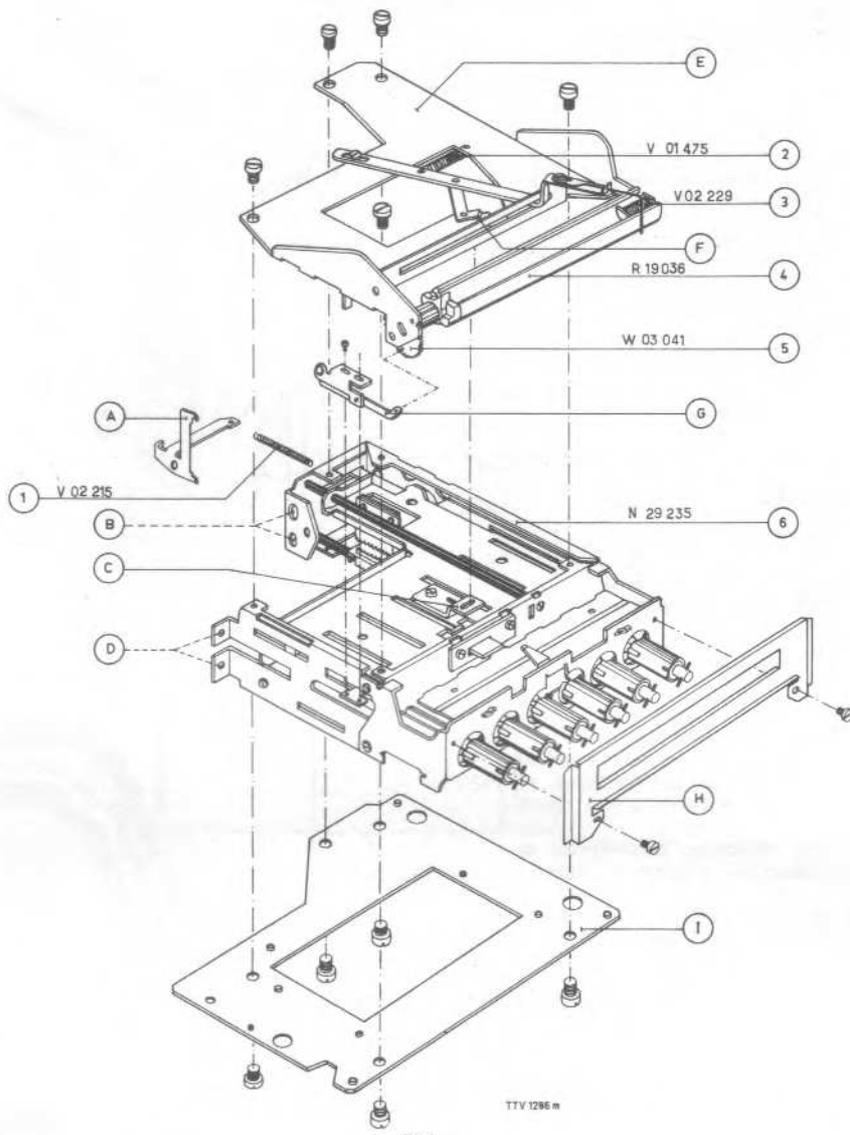
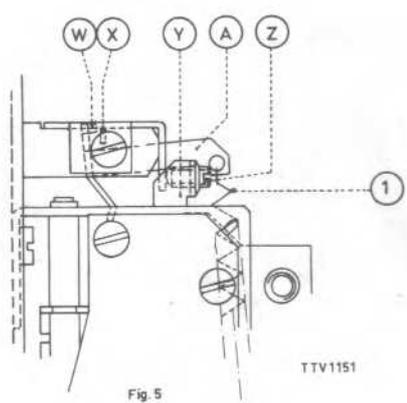

Fig. 1
Fig. 5
- e) Placer le support de cadran dans le trou de droite, retendre le ressort en faisant tourner d'environ 3 tours le support de cadran, lorsque le cadran se trouve dans la position notée en a), tordre la patte de droite de la plaque E (fig. 1) vers la gauche de façon à ce que l'engrenage du support de cadran vienne s'adapter sur la roue dentée 5 (fig. 1) et que l'axe gauche du support de cadran vienne se loger dans le trou de l'étrier gauche de la plaque E (fig. 1).
- f) Remonter l'aiguille et la plaque de couverture H (fig. 1).
### II. - Remplacement de la roue dentée (5) d'entraînement du support de cadran (voir fig. 1).
- Enlever la plaque I (fig. 1).
- Dévisser les vis B et D (fig. 1), enlever le tuner défectueux.
- 2° Placer le nouveau sélecteur. Bien positionner l'équerre W sous l'étrier X du tiroir du commutateur du sélecteur (fig. 5).
- Revisser les vis B et D (fig. 1) sans les bloquer.
Insérer une entretoise de 1 mm (par exemple un foret de 1 mm) entre la came plastique (touche de droite) et le boîtier Q (fig. 1).
Retoucher éventuellement au moyen de la vis Z (fig. 5). Si, après remontage de tous les composants, les chiffres ne sont pas centrés par rapport à la plaque de couverture H, on peut remédier à ceci en déplaçant légèrement l'étrier G (fig. 1).
Retirer du clavier les composants A - E - H - I - G, ressort 1 (voir fig. 1) qui devront être remontés sur le nouveau clavier.
Wobulateur branché à l'entrée de la platine FI suivant fig. 1.
- a) Régler S 318 b pour positionner le marqueur 32,7 suivant la courbe fig. 5.